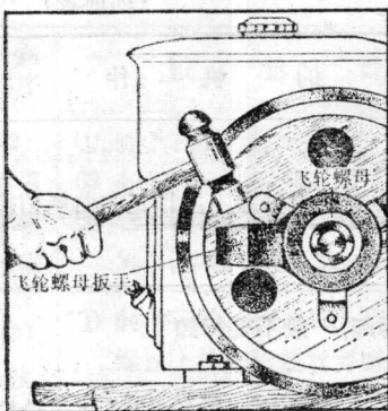
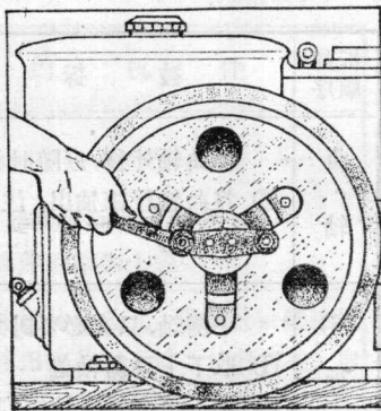

图4 拆卸飞轮螺母
图5 用飞轮拉出器拆飞轮
(4) 拆卸飞轮	① 拆下皮带轮，将飞轮螺母止退垫圈的折边翻平 ② 套上60六角扳手，用锤子逆时针方向敲击扳手柄，将飞轮螺母旋松，但不旋下(图4) ③ 用拉出器将飞轮拉出(图5)。如不易拉动，可用锤子敲击拉出器压板中部 ④ 旋下飞轮螺母，取下飞轮。因飞轮较重，取下时应注意安全，并且不要碰坏曲轴上的螺纹 ⑤ 用M6螺钉将曲轴上的飞轮键顶出
(5) 拆卸	① 将主轴承盖上的机油管管接螺栓旋下，取下机油管；取下机油泵 ② 旋下主轴承盖上的螺栓后，用两只M8螺栓旋入主轴承盖上的拆卸螺孔中。两只螺栓同时均匀旋入，将主轴承盖顶出。在顶出过程中，注意曲轴不能同时跟随外移，如果发